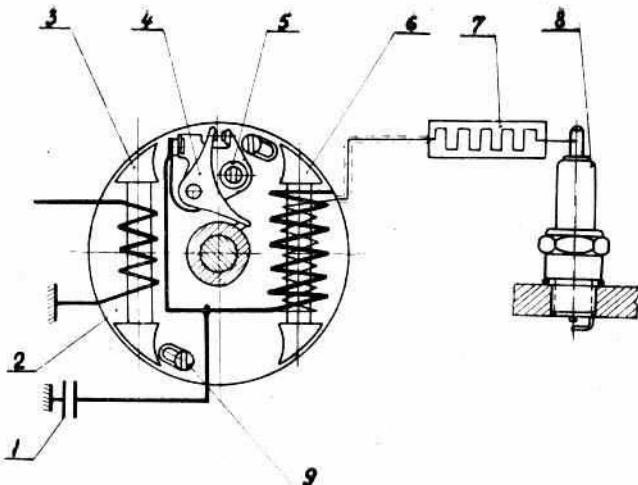

Рис. 6 — Схема зажигания:
Электрооборудование двигателя состоит из маховичного магдино, провода высокого напряжения с сопротивлением и свечи (рис. 6).
Зазор между контактами прерывателя регулирует при верхнем положении поршня. При этом следует отвернуть винт 5 (рис. 6), повернуть на необходимый угол ручажок 4 и затянуть винт 5.
2. Ослабить два крепежных винта 9 (рис. 6), крепящих статор магдино 2, и повернуть статор на необходимый угол до начала размыкания контактов (см. п. 5 «проверки»).